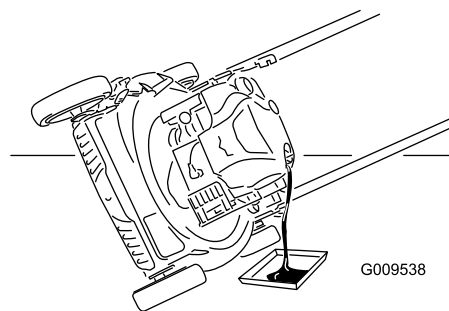

Figura 26
7. Inclinate la macchina sul fianco, con il tubo di riempimento dell'olio in basso, per vuotare l'olio usato attraverso il tubo di riempimento in una bacinella di spurgo (Figura 26).